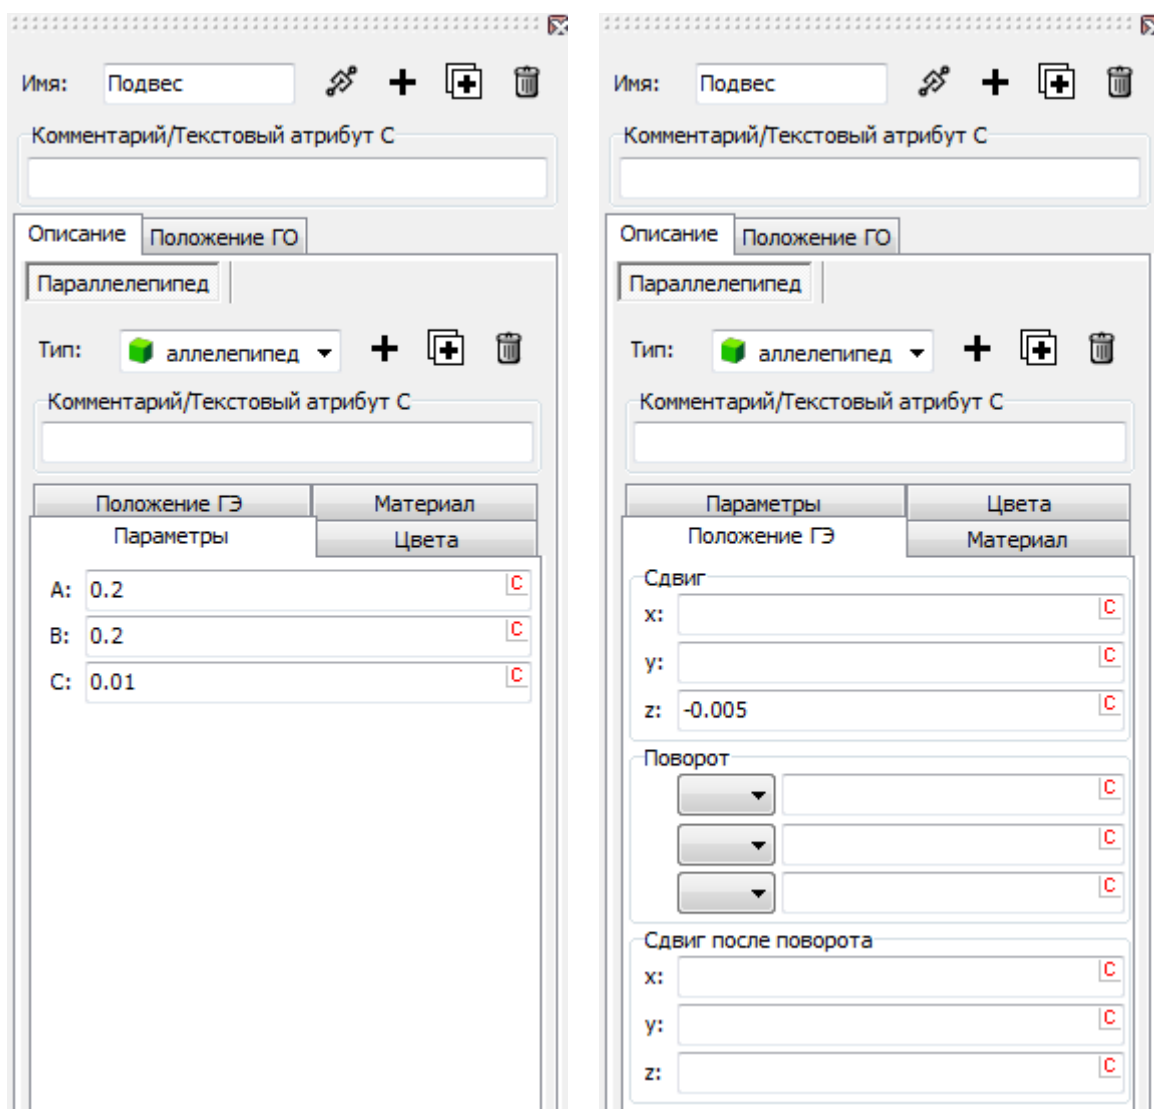

Рис. 2.2. Создание графического образа **Подвес**
4. Назначьте параметры **Параллелепипеда**, как показано на рис. 2.2.